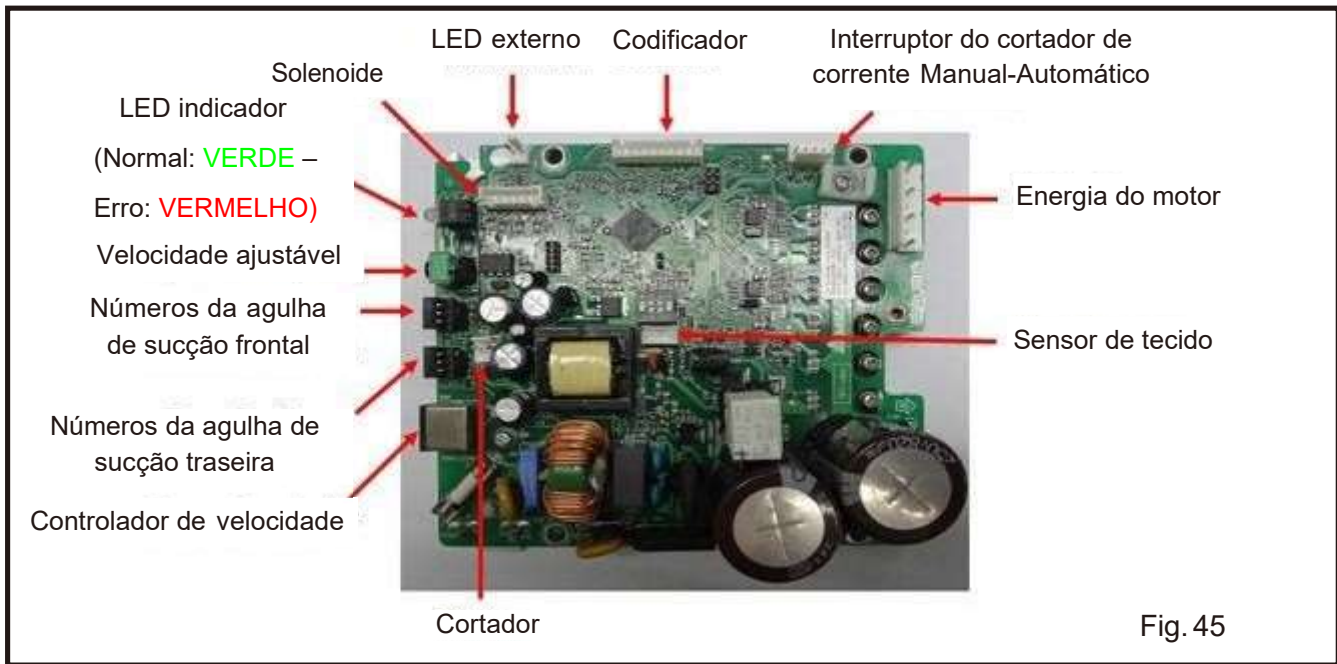

Fig. 45
- 11.Solenoide eletromagnético: 24V(Fig. 45)